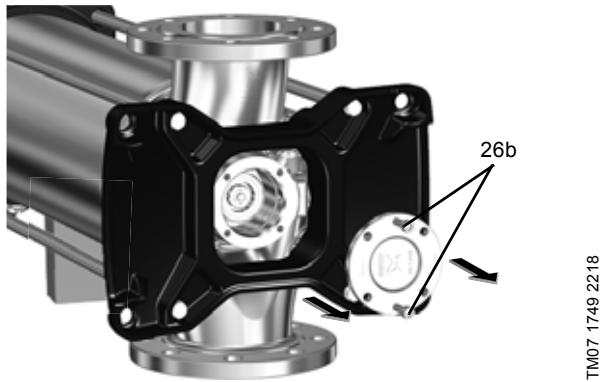

Рис. 15 Снятие фланца
1. Отверните и снимите болты (26b) с основания насоса (6).
2. Снимите фланец (120k) с помощью двух болтов (26b) в качестве экстракторов. См. рис. 15.